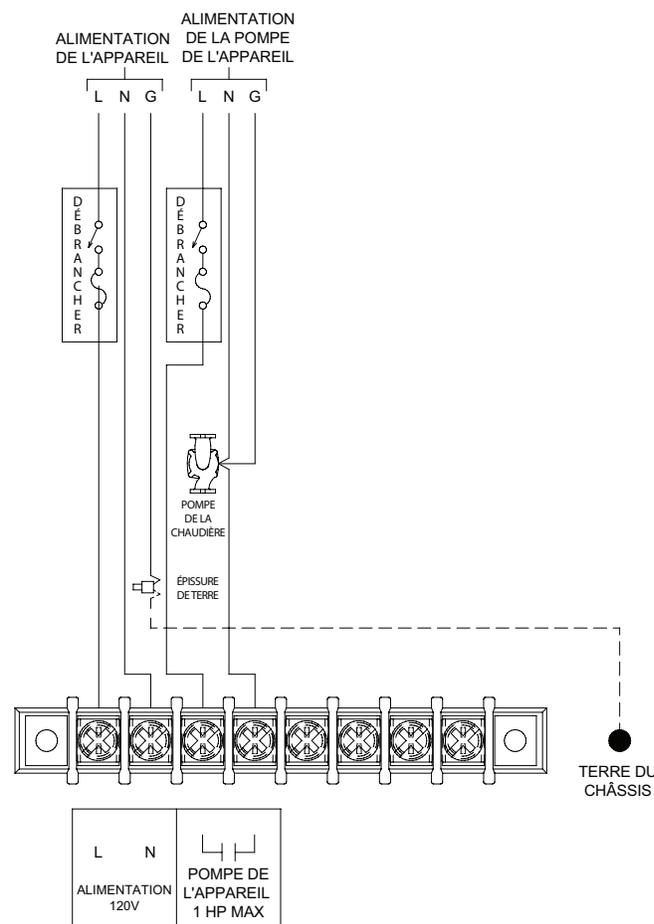

Figure 5-2_Connexions du câblage de tension secteur
1. Brancher un câble de 120 V a.c. au bornier du secteur dans la boîte de raccordement, comme illustré à la FIG. 5-2.
2. Fournir et installer un commutateur à fusible ou de service (15 Amp recommandé) comme l'exige le code (voir FIG. 5-2).
3. Pour activer l'unité de pompe, câbler comme indiqué à la FIG. 5-2. Si le moteur est supérieur à 1 HP, vous devez installer un contacteur.